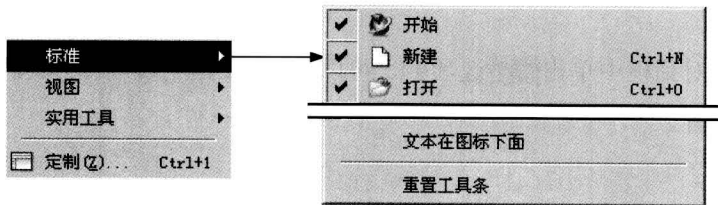

图 1.6.7 显示或隐藏按钮
(2) 单击 **添加或移除按钮** 按钮，弹出一个下拉列表，把鼠标移到相应的列表项（一般是当前工具条的名称），会在后面显示出列表项包含的工具按钮（图 1.6.7），单击每个按钮可以对该按钮进行显示或隐藏操作。